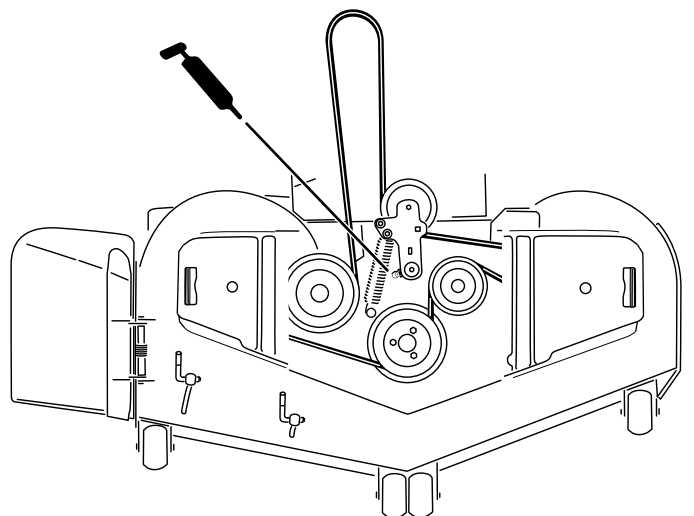
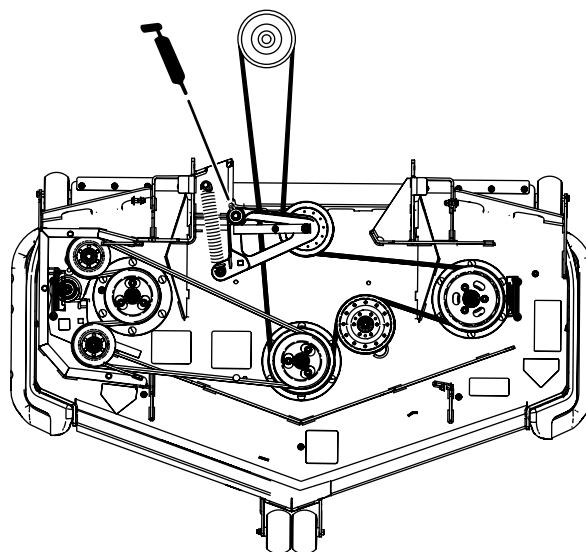

Figura 53
Figura 54
5. Lubrificate il perno della puleggia tendicinghia del piatto di taglio finché non fuoriesce grasso dalla parte inferiore (Figura 53 o Figura 54).